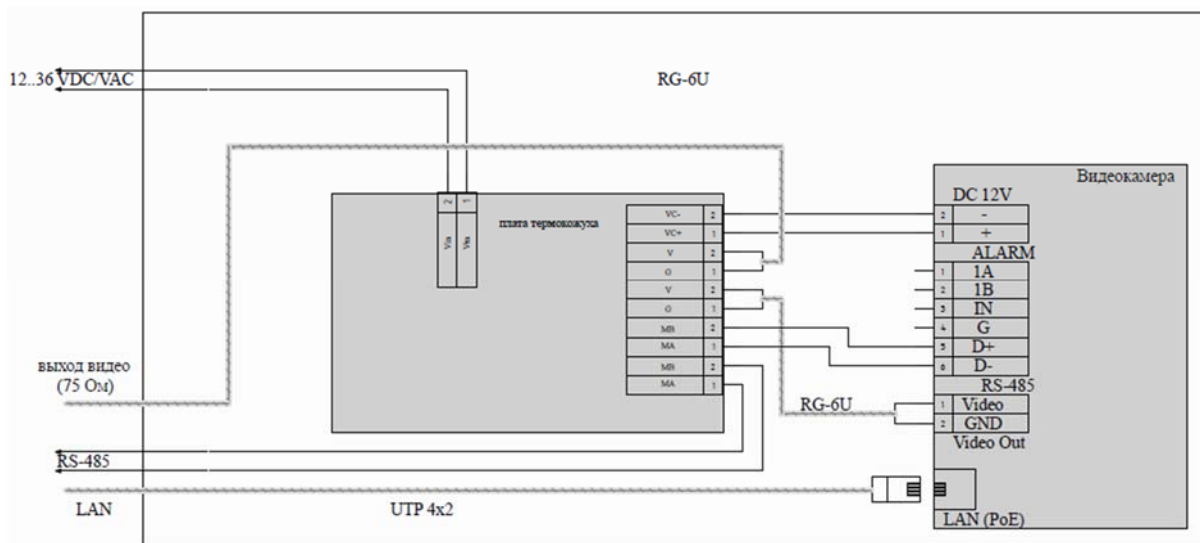
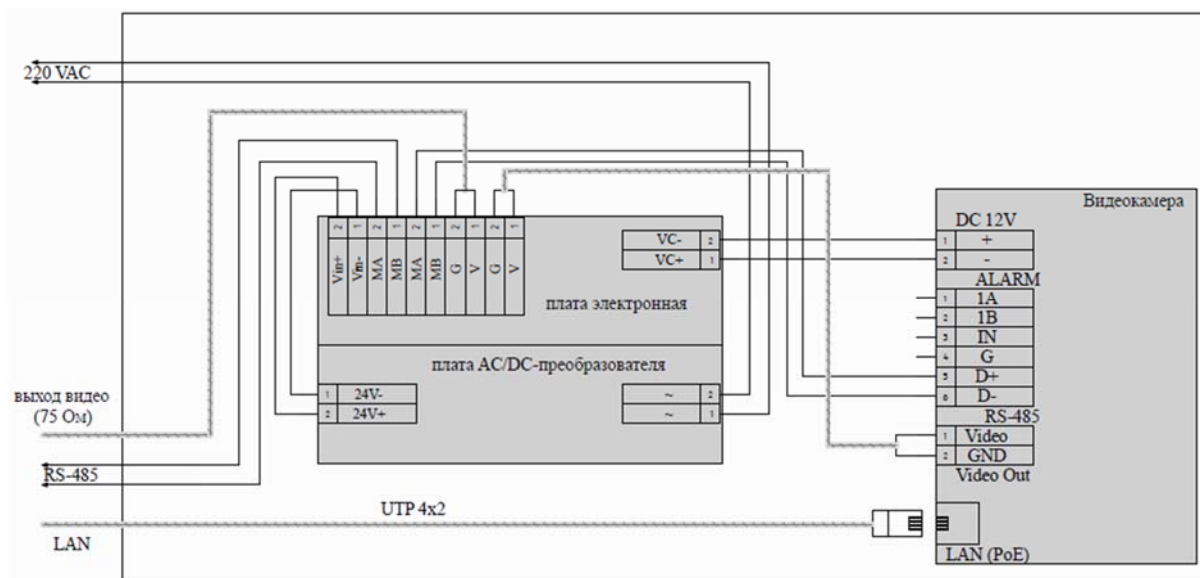

Рис. 4.2. Схема подключения видеокамеры к электронной плате термокожуха LTV-Ex-R-01-M-12/24
Рис. 4.3. Схема подключения видеокамеры к электронной плате термокожуха LTV-Ex-R-01-M-220
4. Подключить видеокамеру к электронной плате согласно схеме подключения (см. Рис. 4.2 или Рис. 4.3).
1. Завести кабель питания в отверстие 1 и подключить провода на клеммной плате согласно Рис. 4.2 или Рис. 4.3 в зависимости от выбранной модели термокожуха.